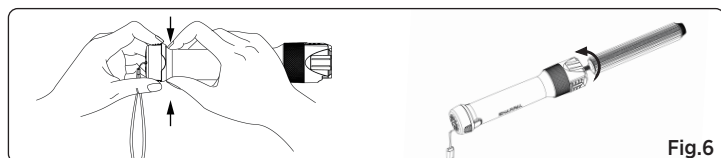

Fig.6
1. Appuyez sur la boucle de serrage de l'embout du manche pour l'ouvrir et sortir le support pour abrasifs du manche. (Voir Fig. 6).
2. Vissez le filetage du support pour abrasifs dans le sens des aiguilles d'une montre au bas de l'orifice de montage (Voir Fig. 6).